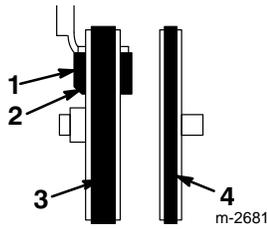

Abbildung 30
15. Darauf achten, daß der Bremsklotz richtig am Bremsarm installiert ist. Der Winkelausschnitt des Bremsklotzes muß wie in Abbildung 30 gezeigt positioniert sein.
12. Darauf achten, daß der Bremsklotz richtig am Bremsarm installiert ist. Der Winkelausschnitt des Bremsklotzes muß wie in Abbildung 30 gezeigt positioniert sein.